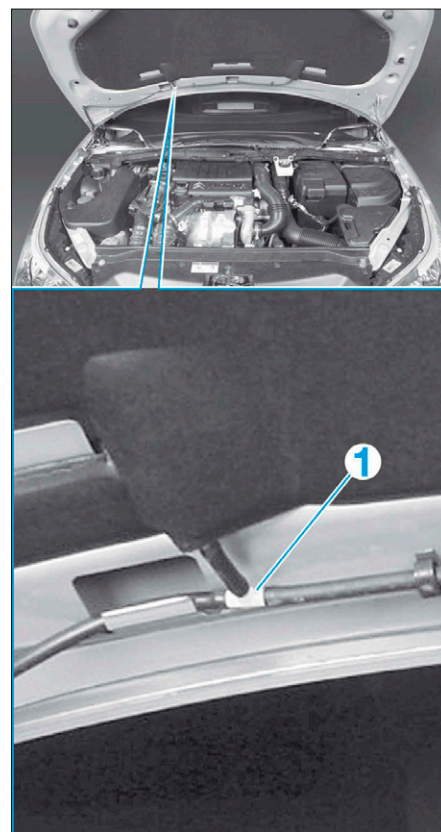

FIG. 19
- Débrancher le tuyau d'arrivée de liquide lave-glace AV (1) (Fig.19).